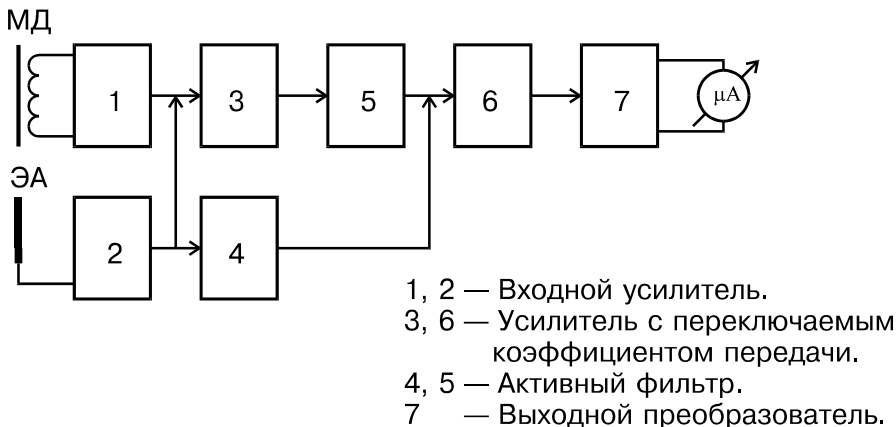

Рис. 1. Структурная схема прибора «Квант»
На рис. 1 приведена структурная схема прибора.
В режиме «КОНТР.» напряжение источника питания подается на выходной преобразователь 7 (рис. 1), нагрузкой которого служит микроамперметр. При исправности источника питания и выходного преобразователя стрелка прибора отклоняется на 90—150 делений шкалы (в настоящем ТО деления шкалы приводятся для приборов с полной шкалой 200 делений).
Сигнал с электрической антенны через усилитель 2, активный фильтр (50 Гц) 4 и усилитель 6 поступает на выходной преобразователь 7 (рис. 1). Отклонение стрелки микроамперметра сигнализирует о наличии электрического поля частотой 50 Гц.
Через усилитель 1, активный фильтр (50 Гц) 4 и усилитель 6 сигнал с магнитного датчика поступает на выходной преобразователь 7 (рис. 1).
1.5. Определение места замыкания на землю в сетях 6—35 кВ основано на измерении вблизи ВЛ уровня высших гармонических составляющих магнитного поля тока нулевой последовательности с помощью магнитного датчика, настроенного, в этом режиме, на частоту 550 Гц. Сигнал с МД проходит через усилители 1 и 3, активный фильтр (550 Гц) 5, усилитель 6 и поступает на выходной преобразователь 7 (рис. 1). Коэффициент передачи